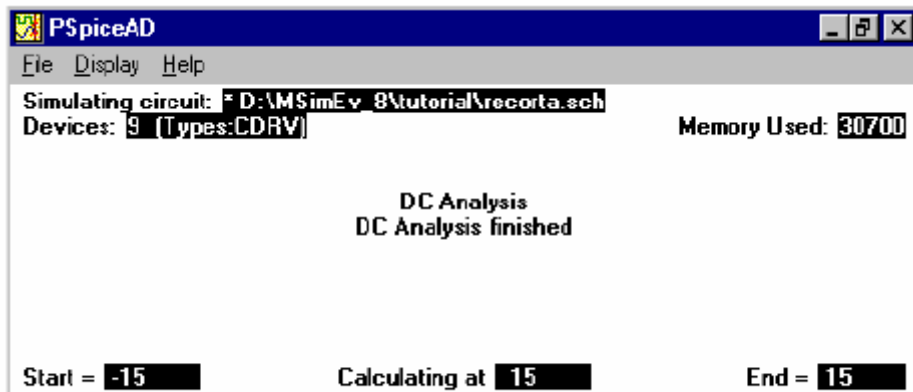

Figura 18
2. Simulación. Dentro del menú **Análisis** se seleccionará la opción **Simulate**. Antes de realizar la simulación del circuito el programa creará el fichero **recorta.net** si no ha sido creado anteriormente. Además el programa también creará el fichero **recorta.out**, en el cual se describe todo lo relacionado con el esquema del circuito y la simulación, como pueden ser los posibles errores cometidos, los ficheros de estímulos utilizados, los tipos de generadores empleados, el tipo de análisis realizado, etc... Además para visualizar el estado de la simulación en cada momento, el programa informa detalladamente al usuario con la ventana de la figura 18, esta es idéntica para todo tipo de simulaciones.